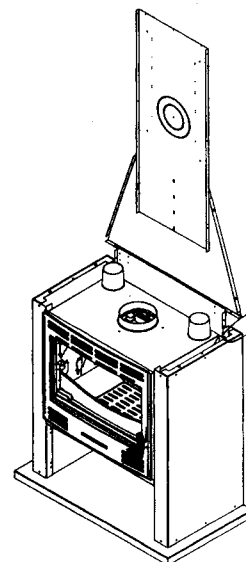

Fig. 6
- 3) Fixer l'arrière sur les supports (Fig. 6).